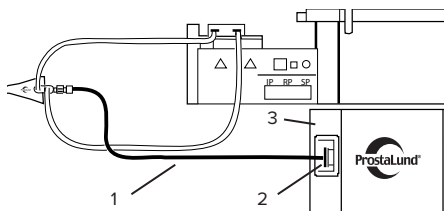

Bilde 2. Låse antennen i CoreTherm®-kateteret.
1. Før inn den desinfiserte mikrobølgeantennen i CoreTherm®-kateteret, og lås antennen ved å vri luerlåsen med klokken, se bilde 2. Den samme prosedyren brukes for begge antennene.